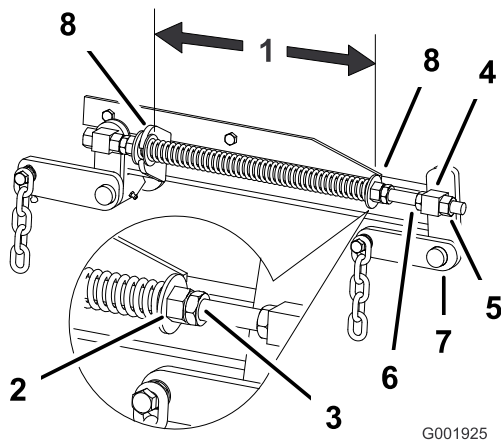

Figura 59
2. Compruebe la distancia entre las dos arandelas grandes, que debe ser de 28,2 cm (11-1/8 pulg.) para plataformas de cortacésped de 52 pulgadas, o 26,7 cm (10-1/2 pulg.) para plataformas de cortacésped de 60 pulgadas (Figura 59).
3. Ajuste esta distancia aflojando la contratuerca elástica y girando la tuerca que está delante de cada muelle (Figura 59).
4. Fije la tuerca en la posición deseada apretando la contratuerca elástica (Figura 59).